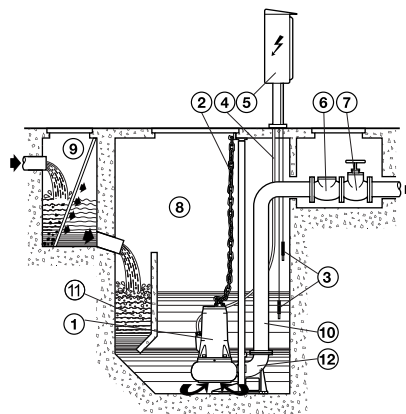

Fig. 6
- fixă cu electropompa poziționată pe piciorul de susținere blocat pe fundul puțului sau bazinului de colectare (fig. 6).
### 5.2.2 INSTALARE FIXĂ CU CARLIG AUTOMAT PE PICIORUL DE SUPORT (FIG. 6)
În timpul funcționării electropompei trebuie să fie complet scufundată în lichidul pompat. Pentru pompele neprevăzute cu intrerupător automat cu plutitor incorporat, este necesară instalarea unui sistem de control cu sonde (fig. 6) sau cu plutitor sau alte aparate care să asigure nivelul minim al lichidului și care să protejeze electropompa împotriva mersului pe uscat.